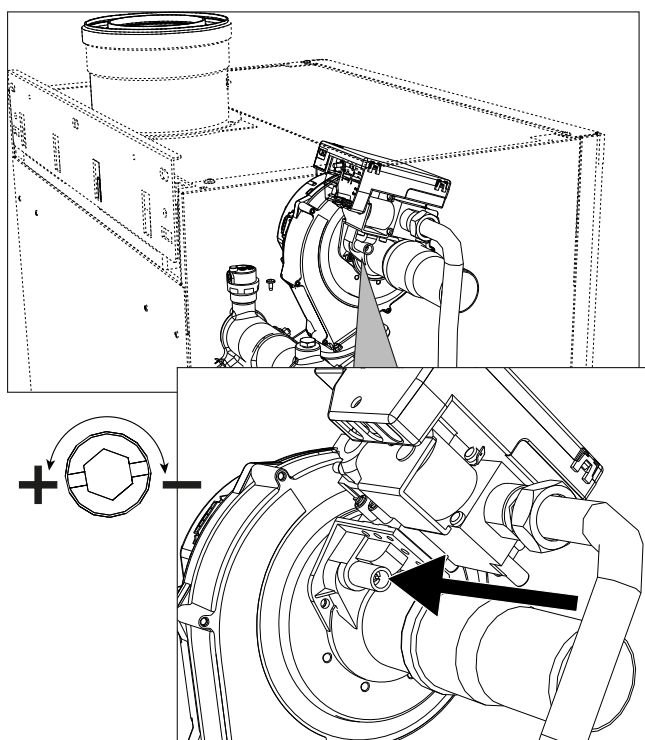
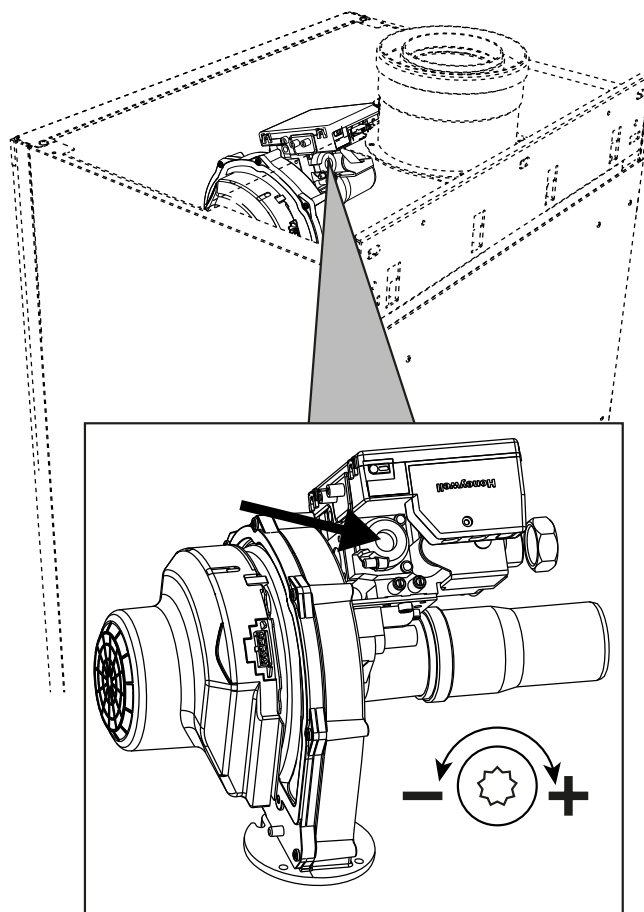
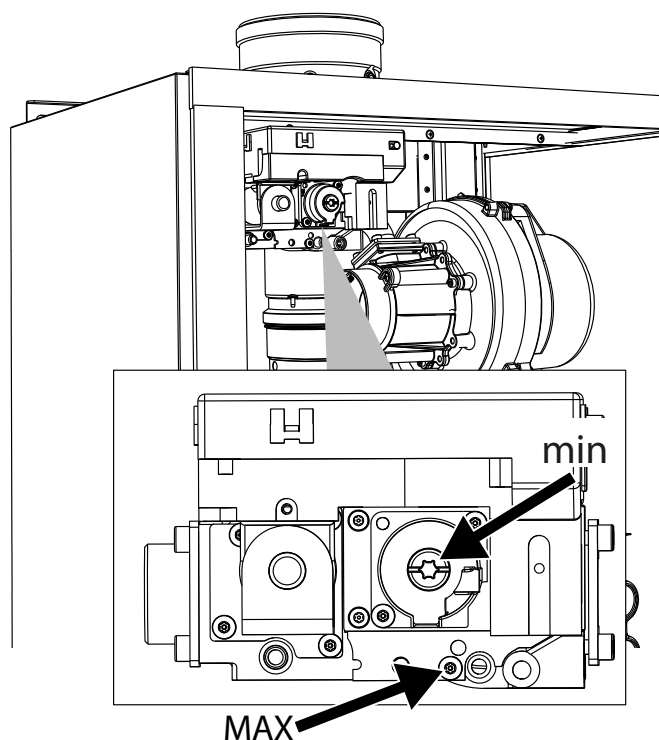

fig. 70 - Regolazione massima modelli W 60 e W 80
fig. 71 - Regolazione minima modelli W 60 e W 80
fig. 72 - Regolazione massima e minima modelli W 99, W 120 e W 150
- Nel caso in cui i valori siano diversi da quelli indicati, regolare la CO₂ attraverso la vite di regolazione massima portando i valori della CO₂ indicati. Vedi **fig. 70** per modelli **W 60** e **W 80** oppure **fig. 72** per modelli **W 99**, **W 120** e **W 150**.
- Nel caso in cui i valori della CO₂ siano diversi da quelli indicati, regolare delicatamente la vite di “OFFSET” minima verificando che la CO₂ sia corretta. Vedi **fig. 71** per modelli **W 60** e **W 80** oppure **fig. 72** per modelli **W 99**, **W 120** e **W 150**.